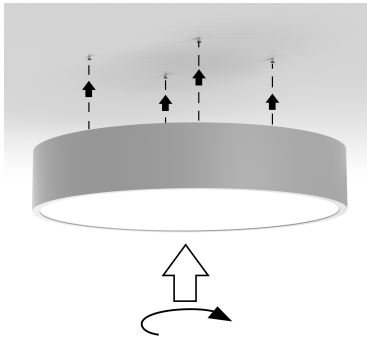

Рисунок 6
5. Установить светильник в подготовленные в потолке метизы через пазы светильника. Провернуть светильник по часовой стрелке до упора, см. Рисунок 6.